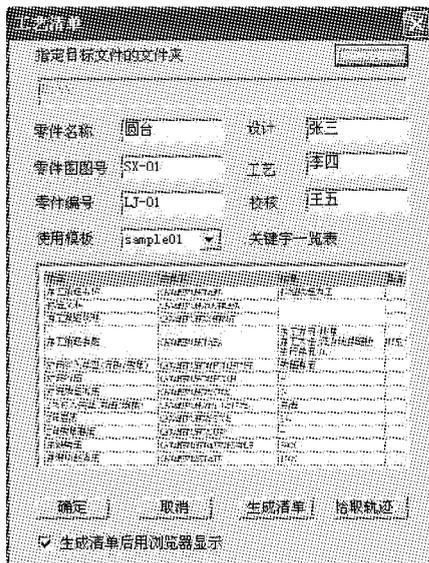

图 1-1-14 【工艺清单】对话框
① 执行主菜单中的【加工】|【工艺清单】命令,弹出【工艺清单】对话框,再单击按钮,选择文件的放置目录(如“桌面”),输入相关内容,如图 1-1-14 所示。